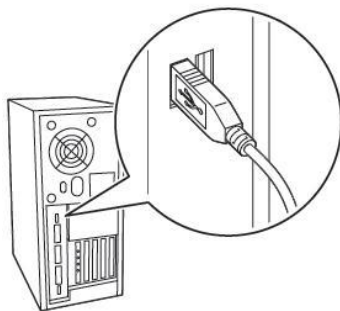

图 8
- 1) 将 USB 电缆的扁形插头插入计算机的 USB 接口中，如图 8 所示。